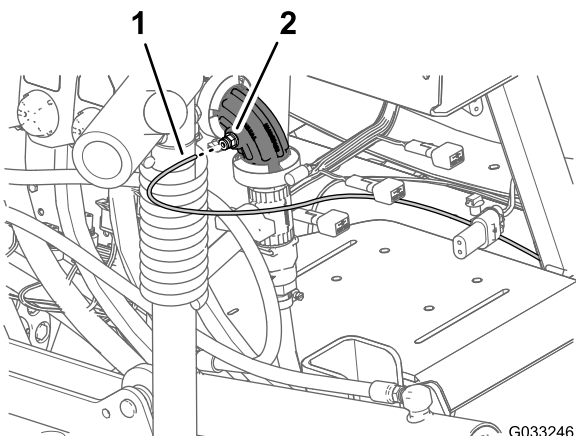
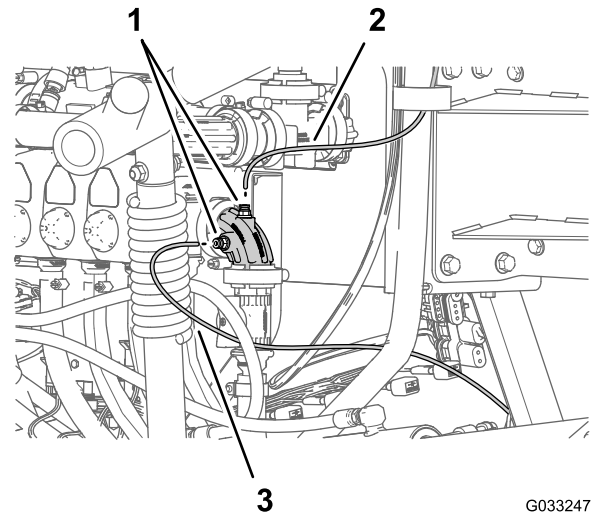

Figure 121
Figure 122
1. Alignez le bout du tube de détection de pression (plastique) associé au manomètre monté sur la planche de bord et la bague de blocage du raccord de tube (Figure 121 et Figure 122).
2. Insérez le tube de détection dans la bague de blocage jusqu'à ce que le tube soit complètement engagé (Figure 121 et Figure 122).